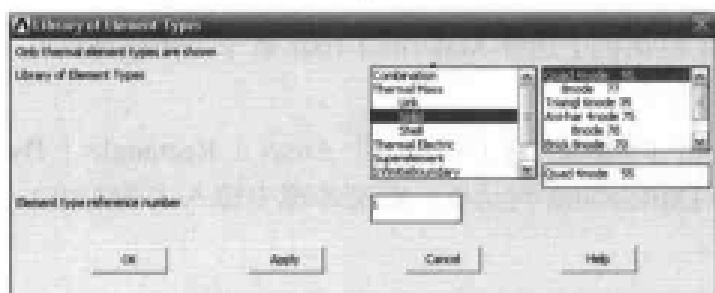

图 9-47 单元类型列表对话框
(1) 选择 Main Menu | Preprocessor | Element Type | Add/Edit/Delete 命令，出现 Element Types 对话框，单击 Add 按钮，出现 Library of Element Types 对话框。在 Library of Element Types 列表框中选择 Thermal Solid, Quad 4node 55 选项，在 Element type reference number 文本框中输入 1，如图 9-47 所示，单击 OK 按钮，关闭该对话框。
(2) 单击 Element Type 对话框中的 Options 按钮，出现 PLANE55 element type options